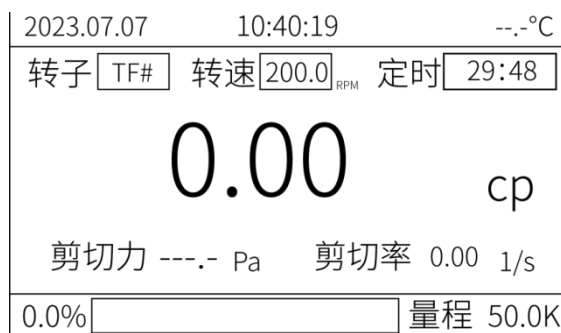

图 4
(7) 按▲或▼键可选择所需的转速。当选择好转子和转速档位后，按确定键，转子开始旋转，仪器开始进行测量，屏幕显示如图 4 所示。
- ①选择好转子转速后，显示屏右下角量程为当前转子转速下最大测量值。
- ②仪器具有超程报警功能，若测量值大于 100%，测量值显示为“----”。为保证精度，测量时量程百分比读数，应控制在 10%-90%之间。（测量值低于 10%或大于 90%，下方百分条显示红色）